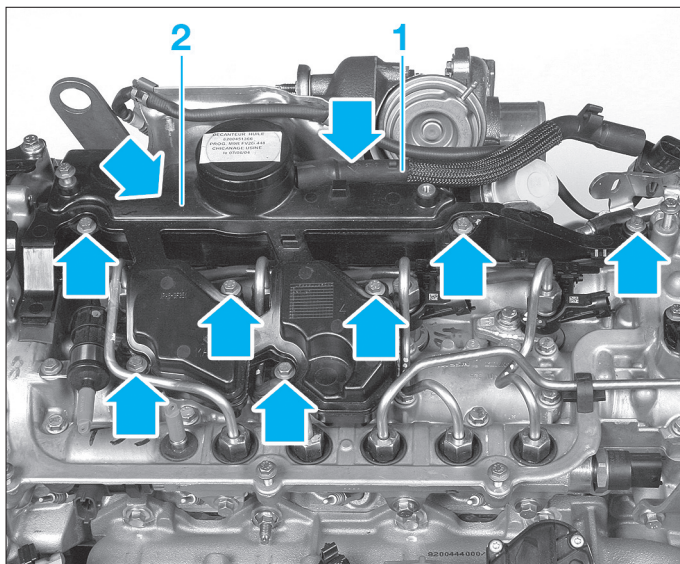
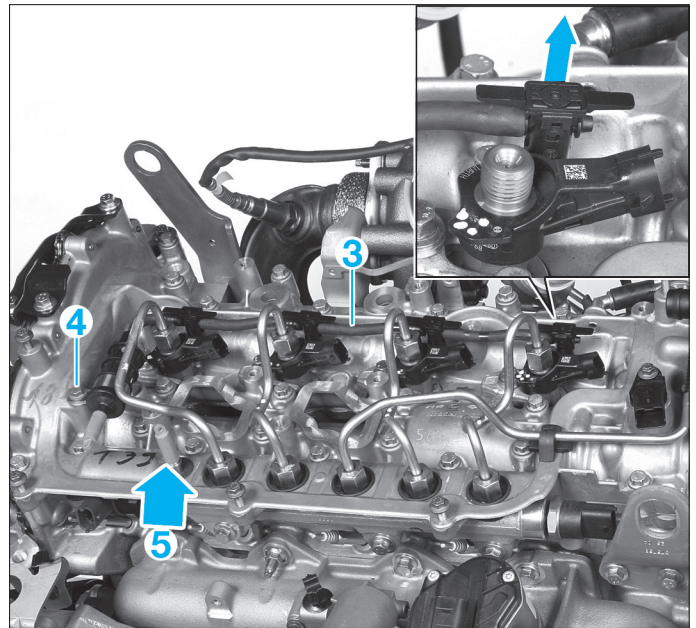

FIG. 44
FIG. 45
- Débrancher le tuyau (1) de réaspiration des vapeurs d'huile sur le décanteur (fig. 44).
- Déposer les vis (9 vis) du décanteur (2) puis ce dernier.
- Déposer le tuyau de retour de fuite (3) en le dépliant des injecteurs et en déposant la vis (4) (fig. 45).